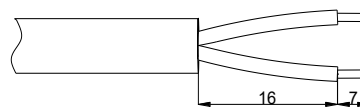

FIG. 5 – Decapagem do Cabo
2. Prepare as duas extremidades do cabo conforme mostrado na FIG. 5, removendo 23 mm da capa externa do cabo e 7 mm da isolamento dos condutores.